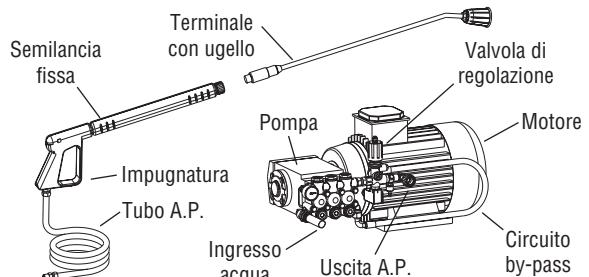

Fig. 5
- Gli accessori vengono forniti nel seguente modo (vedere Fig. 5):
La pressione è tarata al valore nominale e massimo di funzionamento. La regolazione di pressione e portata della pompa si ottiene agendo sulla manopola di regolazione della valvola di by-pass (vedere Fig. 5); ruotandola in senso antiorario si provoca un aumento della quantità d'acqua messa in ricircolo (by-pass) con conseguente riduzione della portata manda all'ugello e quindi della pressione di lavoro; per riportare la pressione al valore massimo/nominale di funzionamento, ruotare la manopola in senso orario fino a fondo corsa, senza forzare.